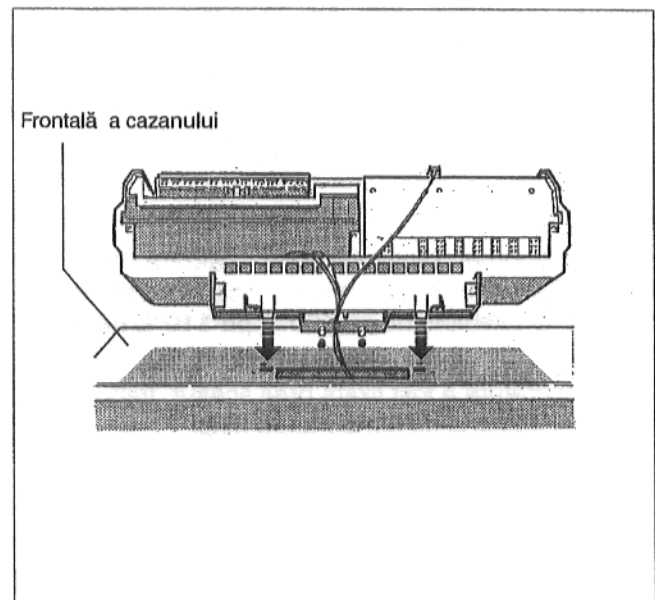

Fig. 38
- Aparatul de reglare se va așeza pe capota frontală a cazanului astfel încât cârligele de ghidare de la partea de jos a aparatului de reglare să intre în găurile ovale posterioare (Fig. 38).